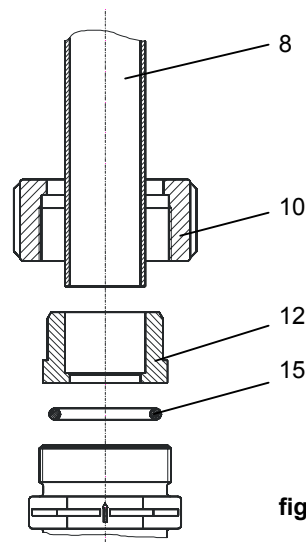

fig. 4-10
4.3.2 Conexión de aspiración e impulsión con tubo rígido (fig. 4-10)